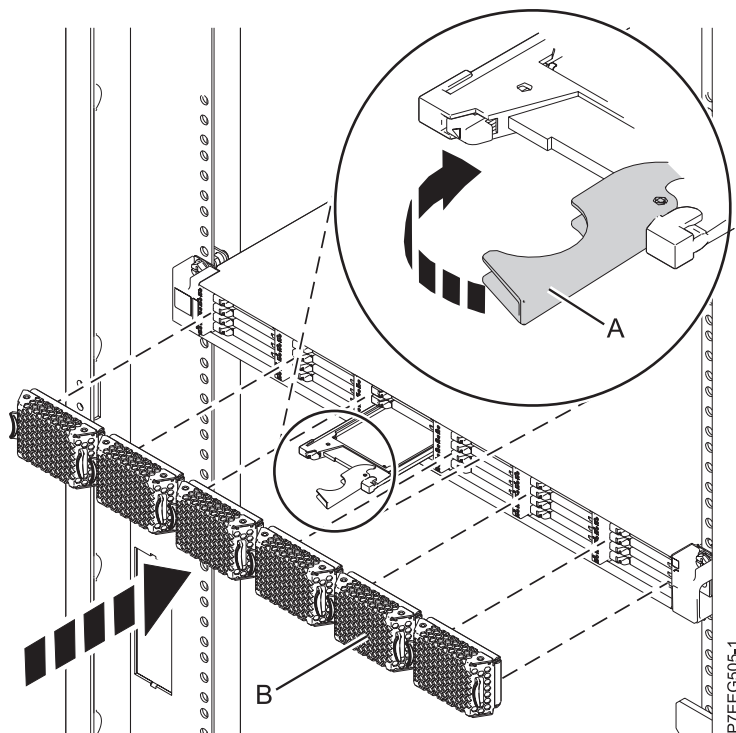

Figura 3. Instal·lació d'una unitat d'estat sòlid a Allotjament d'emmagatzematge PCIe 5888
1. Amb la nansa en posició desbloquejada, alineu la unitat d'estat sòlid amb les guies de l'al·lotjament. Consulteu Figura 3 a la pàgina 11.
5. Gireu la nansa (A) fins a la posició de bloqueig.
6. Instal·leu la tapa bisellada (B).